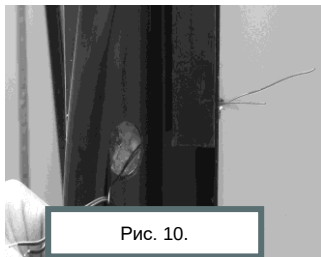

Рис. 10.
4. С помощью проволоочной петли протянуть провод замка Promix-SM131.10 внутрь холодильной камеры (см. рис. 10).